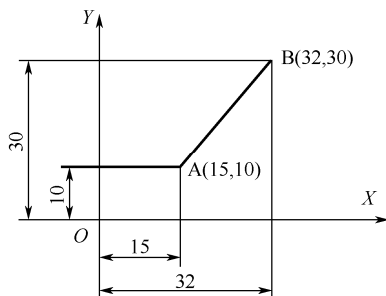

图 2-6 直角坐标
(2) 键盘输入点坐标。用键盘输入点的坐标可以精确定点,有绝对直角坐标、相对直角坐标、绝对极坐标、相对极坐标4种。
① 绝对直角坐标:相对于当前坐标原点的坐标,表达方式为“ $X, Y, Z$ ”,即通过直接输入 $X, Y, Z$ 坐标值来表示(如果是绘制平面图形, $Z$ 坐标默认为0,可以不输入)。如图2-6所示,点 $A$ 的坐标为(15, 10),点 $B$ 的坐标为(32, 30)。
② 相对直角坐标:用相对于上一已知点之间的绝对直角坐标值的增量来确定输入点的位置,表达方式为“@ $X, Y$ ”。如图2-6所示,点 $B$ 相对于点 $A$ 的相对直角坐标为“@17, 20”;点 $A$ 相对于点 $B$ 的相对直角坐标为“@-17, -20”。